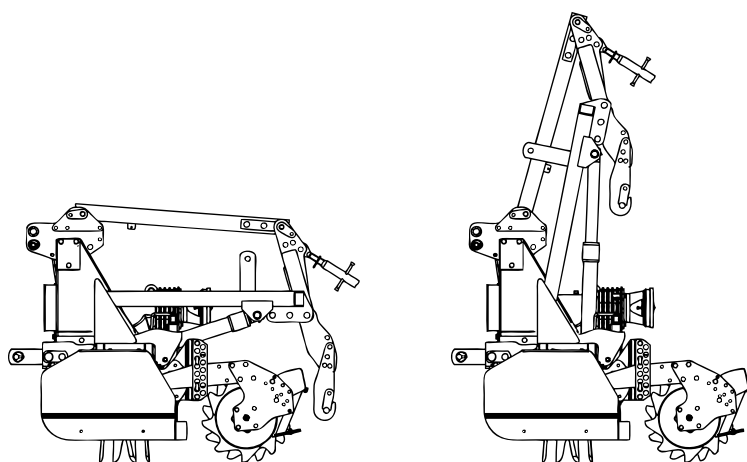

Fig. 8
4.4 MAQUINA COMBINADA CON SEMBRADORA (Fig. 8)